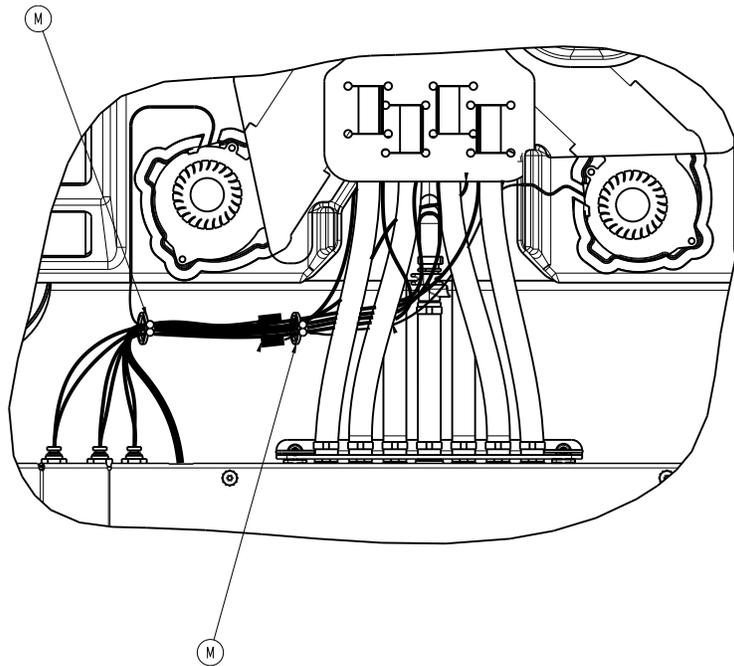

Figure 20 – Serre-câbles à coulisse
12. Retirer les deux serre-câbles à coulisse (M) (Figure 20). Conserver les serre-câbles à coulisse.